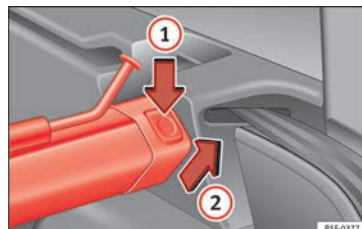

Fig. 125 No porta-bagagens: desmontar a rede de separação.
- Pressione o botão de desbloqueio esquerdo ou direito » **Fig. 125** no sentido da seta **1**.
- Retire a carcaça do suporte no sentido da seta » **Fig. 125** **2**.
- Pressione a carcaça nos suportes esquerdo e direito no sentido contrário ao da seta » **Fig. 125** **2** até que encaixe.